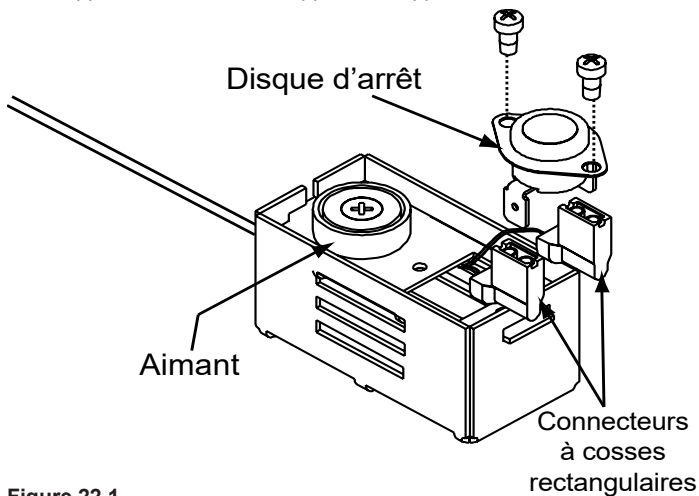

Figure 22.1
3. Tirez le disque d'arrêt et les connexions à cosses rectangulaires vers le haut pour les sortir du support comme illustré à la **figure 22.1**.